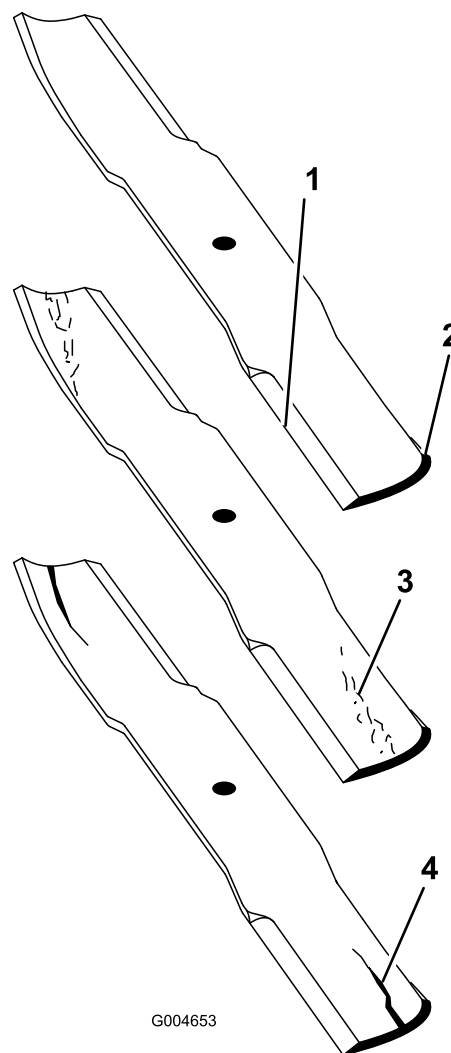

Figura 124
2. Examine cuidadosamente los extremos de corte de la cuchilla, sobre todo en el punto de reunión entre la parte plana y la parte curva de la cuchilla (Figura 124).
Nota: Puesto que la arena y cualquier material abrasivo pueden desgastar el metal que conecta las partes curva y plana de la cuchilla, compruebe la cuchilla antes de utilizar el cortacésped. Si se aprecia desgaste (Figura 124), cambie la cuchilla.